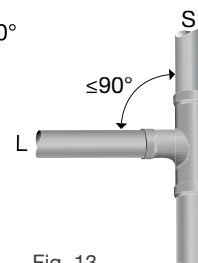

Fig. 13
- Liggande ledning (L) ska anslutas till stående ledning (S) med grenrör med vinkel $\alpha \leq 90^\circ$. Se fig. 13.